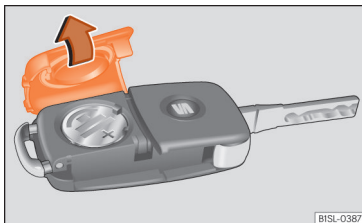

Abb. 100 Fahrzeugschlüssel: Deckel für Batteriefach.
- Abdeckung auf der Rückseite des Fahrzeugschlüssels »» **Abb. 100** in Pfeilrichtung abnehmen »» ⚠.
- Abdeckung wie gezeigt ansetzen »» **Abb. 100** und entgegen der Pfeilrichtung auf das Fahrzeugschlüsselgehäuse drücken bis sie einrastet.